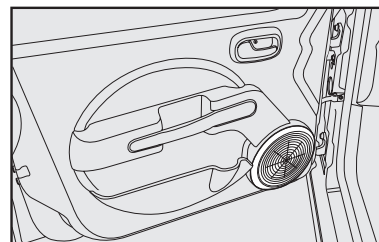

fig. 78
- dos altoparlantes full-range delanteros **fig. 78**.